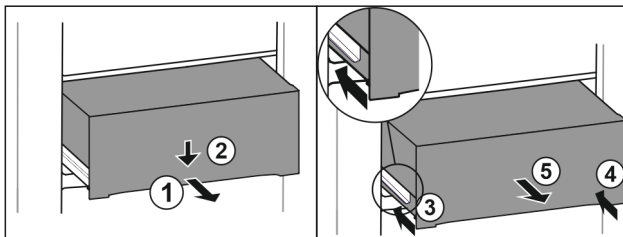

Fig. 118
- ▶ Trekk skuffen ut halvveis. Fig. 118 (1)
- ▶ Skyv skuffen foran nedover. Fig. 118 (2)
- ▶ Sett inn den venstre skinnen ca. 2 cm. Fig. 118 (3)
- ▶ Sett inn den høyre skinnen ca. 2 cm. Fig. 118 (4)
- ▶ Ta ut skuffen framover. Fig. 118 (5)